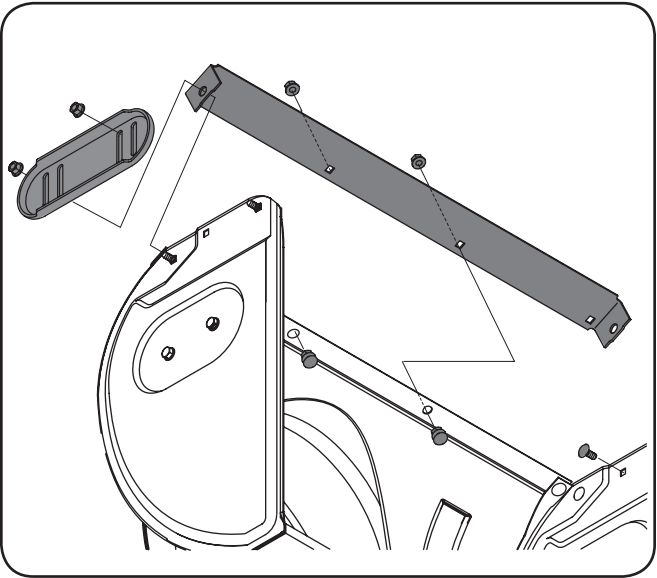

Figure 6-1
- 2. Remontez les nouveaux patins avec les boulons ordinaires (deux sur chaque côté) et les contre-écrous à embase. Voir la Fig. 6-1.